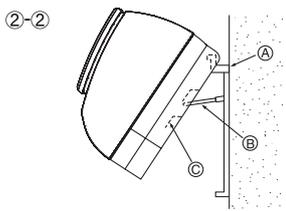

Fig. 3-6
②-② Σηκώστε την εσωτερική μονάδα πιάνοντάς την από τα στηρίγματα (στερεωμένα πάνω στη βάση στήριξης) που βρίσκονται στα πλευρά του πίσω μέρους της μονάδας όπως φαίνονται στο διάγραμμα. (Fig. 3-6)